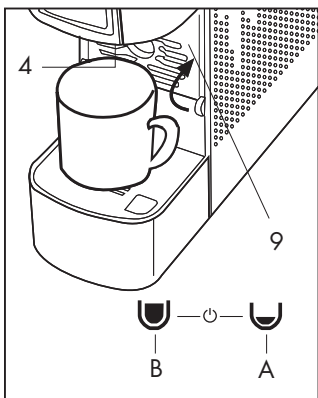
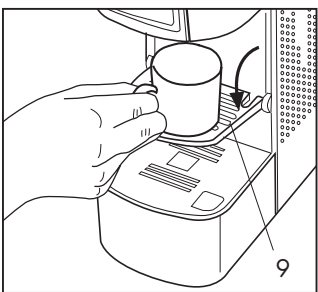

Fig. 5
Fig. 6
- Cierre el soporte taza pequeña (9) y coloque una taza grande vacía debajo de la boquilla de dispensación (4). Cuando las teclas del panel de mandos (2) se iluminan permanentemente la máquina está lista para el uso. Presione el botón (A) o (B) la máquina dispensa agua, presione otra vez la tecla tras alcanzar la cantidad de agua deseada. La máquina se enjuaga cuando se han dispensado al menos 3 vasos de agua. **(Fig. 5)**
abrir el soporte (9) para preparar correctamente un café expresso y para utiliza las tazas pequeñas **(Fig. 6)**. Para el uso de tazas grandes, cierre el soporte (9) y coloque la taza directamente en la rejilla recogegotas (5) **(Fig. 5)**